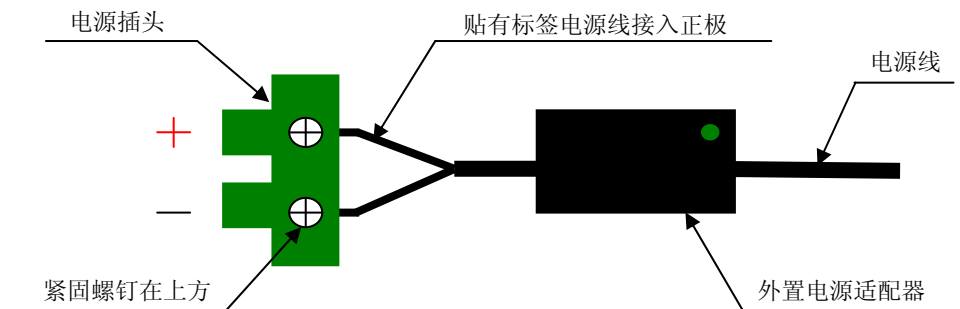

图 6-3: 外置电源适配器组件
- b) 用户要求直接 220V 交流电源时, 使用附件中的外置电源适配器组件 (见图 6-3 所示), 也可直连 220V 交流电源。用户也可自行采购, 要求输出电流不小于 650mA。